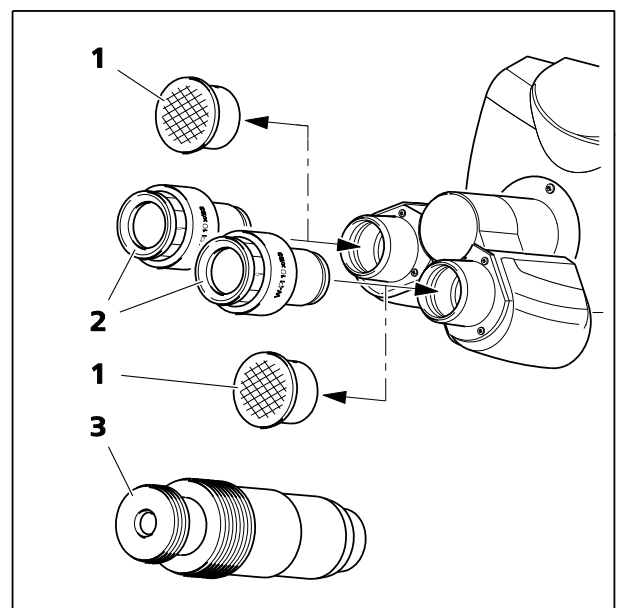

Fig. 12 Insertion des oculaires
- Retirer les deux capuchons anti-poussière (Fig. 12/1) du tube binoculaire.
- Retirer les deux oculaires (Fig. 12/2) de leurs logements et les insérer dans le tube binoculaire jusqu'en butée.
- Le microscope auxiliaire (Fig. 12/3) peut être inséré dans l'une des douilles d'oculaire du tube binoculaire à la place d'un oculaire. Il est utilisé pour visualiser la pupille de l'objectif et centrer les arrêts de phase et de champ sombre. Ces diaphragmes et arrêts peuvent être mis au point à l'aide de la lentille oculaire réglable ; le réglage peut alors être verrouillé à l'aide de la vis de serrage.